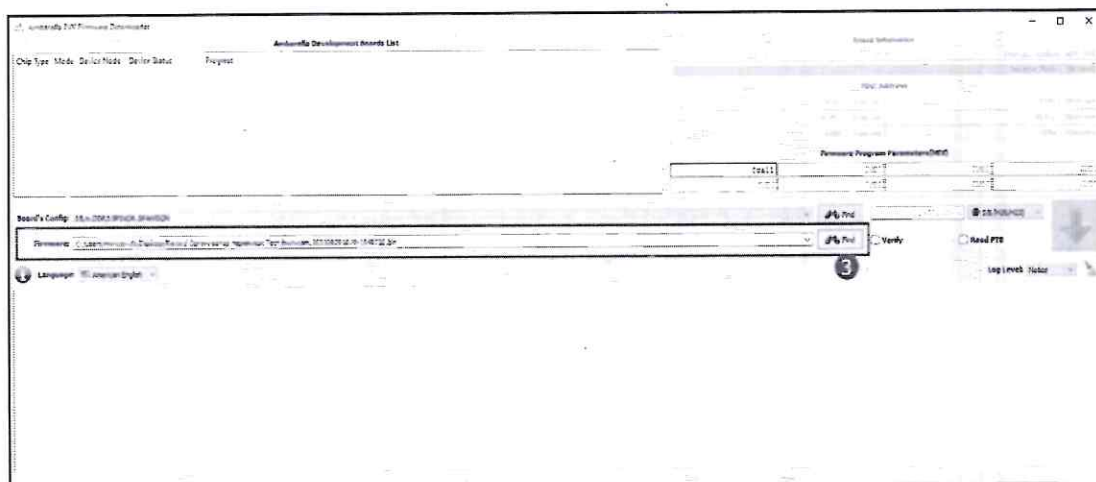

Рисунок 3 - Выбор прошивки
2.3.1 Для выбора файла прошивки в поле «Firmware» нажмите кнопку «Find» - рисунок 3 поле 3.